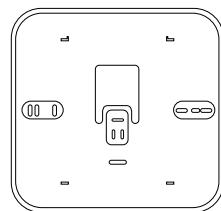

Fig. 10
- Montare, se necessario, la placca di supporto alla scatola elettrica, fornita all'interno del kit (fig. 10).
Il Sensore Ambiente Wireless esegue un monitoraggio continuo del livello di carica delle batterie, la cui durata è di circa 2 anni. Quando la carica si sta esaurendo, il display visualizza il simbolo “” (fig.10).